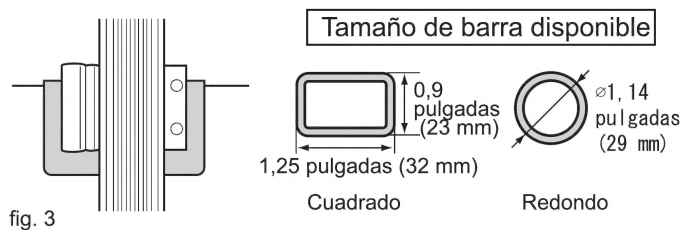

fig. 3
- 7** Abra la tapa y coloque las barras transversales en la parte superior de la abrazadera en forma uniforme. Asegúrese de que los soportes queden paralelos entre sí. (fig.3)